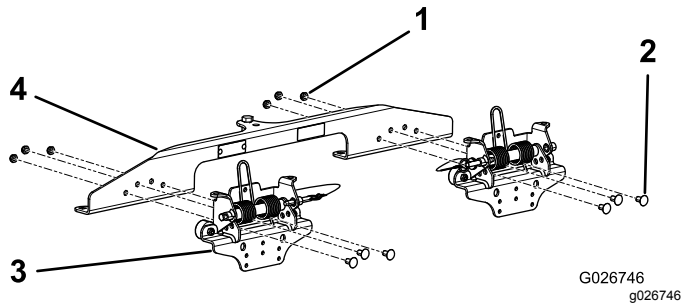

Figure 2
1. Alignez les trous de chaque support de ressort et les trous du support du scarificateur traîné, comme montré à la Figure 2.
2. Avec 6 boulons et 6 contre-écrous, fixez les supports de ressort au support du scarificateur traîné (Figure 2).